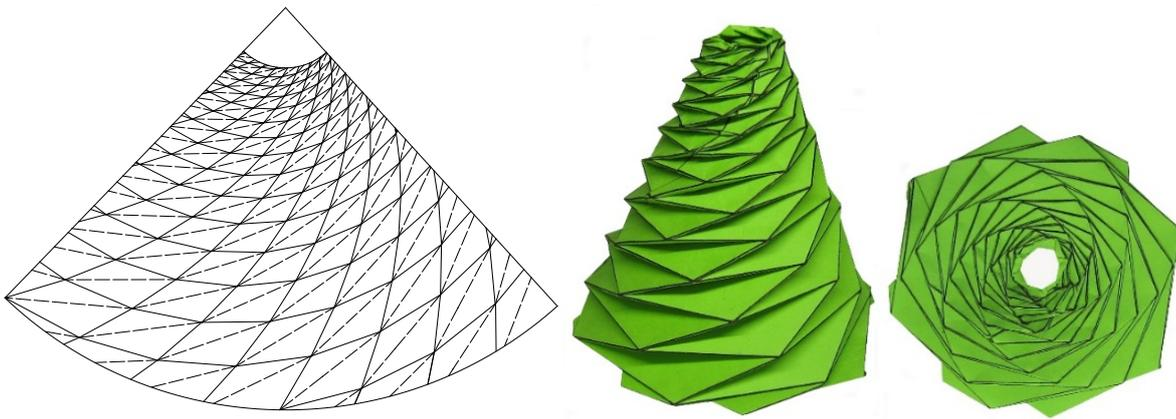

図13
図13(a)に示すように円の外周上に点Aを取り、半径と角 φ を成す線分ABを引きます。この時、線分ABが中心に対して張る角を $m\Theta$ とします。点Bから同様に線分BCを引き、順次点C、D、・・・を定めます（折り線①）。点Aから角度 ψ で同様に点Eを定め（線分AEが張る角： Θ ）、同様にしてF、G、Hを定め、折り線②を引きます。点Bの無次元半径を p とすると、 $\triangle OAB$ に正弦定理を用いて
で与えられます。同様に考えて点B、C、Dの無次元半径はそれぞれ p^2 、 p^3 、 p^4 で与えられ、点F、G、Hの無次元半径はそれぞれ q^2 、 q^3 、 q^4 で与えられます。点B、C、D、・・・からも点Aと同様に折り線②を描きます。同様の操作を続けると矩形の折り線が描かれ、この矩形に対角線を加えると図13(c)に示すような折り線が得られます。これらの折り線は等角螺旋をなしており、各節点における無次元半径は図に示す通りです。 $r = pq$ は $\triangle OAI$ に正弦定理を用いて
始めに各節点における折り畳み条件を調べます。作図法から矩形要素はすべて相似形であり、各節点の状態はすべて同じであることが分かります。図13(b)に拡大図を示します。相似形であることから、 $\angle EIM = \angle ABI$ 、また、 $\triangle ABI$ において $\beta + \gamma + \angle ABI = \pi$ であることより、点I周りの角度関係は $\beta + \gamma + \angle EIM = \pi$ となり、折り畳み条件が成り立っていることが分かります。
で与えられます。 $q = p^{N/2}$ 、 $r = pq = p^{(N+2)/2}$ を用いて1段上がりの場合と同様にして ψ 、 $\psi + \delta$ を求め、これらを(7)式に用いると展開図を描くことができます。図13(c)に $N=8$ 、 $\Theta=5^\circ$ 、 $m=2$ としたときの例を示します。